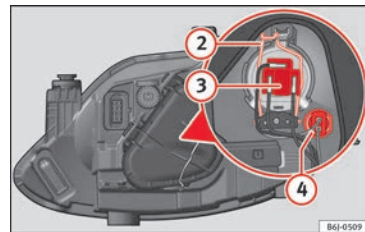

Fig. 92 Luz de cruce/carretera y luz de posición del faro simple.
- Extraiga el conector » **fig. 92** **3** de la lámpara.
- Desenganche el resorte retentor » **fig. 92** **2** presionándolo hacia dentro y a la derecha.
- Extraiga el portalámparas » **fig. 92** **4** hacia fuera.